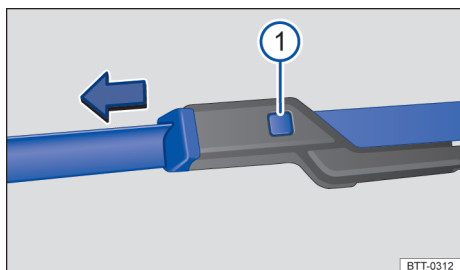

图 114 更换前风窗玻璃刮水片
- 按住分离按钮 → 图 114 ①，同时沿箭头方向拉出刮水片。